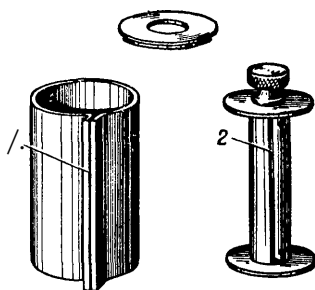

Рис. 17. Кассета для плёночных аппаратов „ФЭД“ и „Киев“:
В аппаратах типа «ФЭД» и «Киев» используется нормальная киноплёнка шириной 35 миллиметров. Отрезки плёнки длиной по 1,6 метра заряжаются в кассеты. На рис. 17 изображена кассета для подобных плёнок. Она представляет собой цилиндрический футляр с боковой щелью (1), края которой оклеены плюшем. Плёнка закрепляется одним концом на стержне катушки (2) и туго наматывается на неё. Катушку с плёнкой вставляют в футляр таким образом, чтобы плёнка вошла в боковую щель. После этого закрывают крышку кассеты. Само собой разумеется, что все эти операции производятся в темноте.